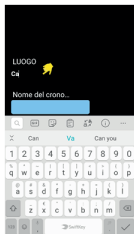

Fig.67
12.2.2 Premere  per modificare il luogo. Fig.67